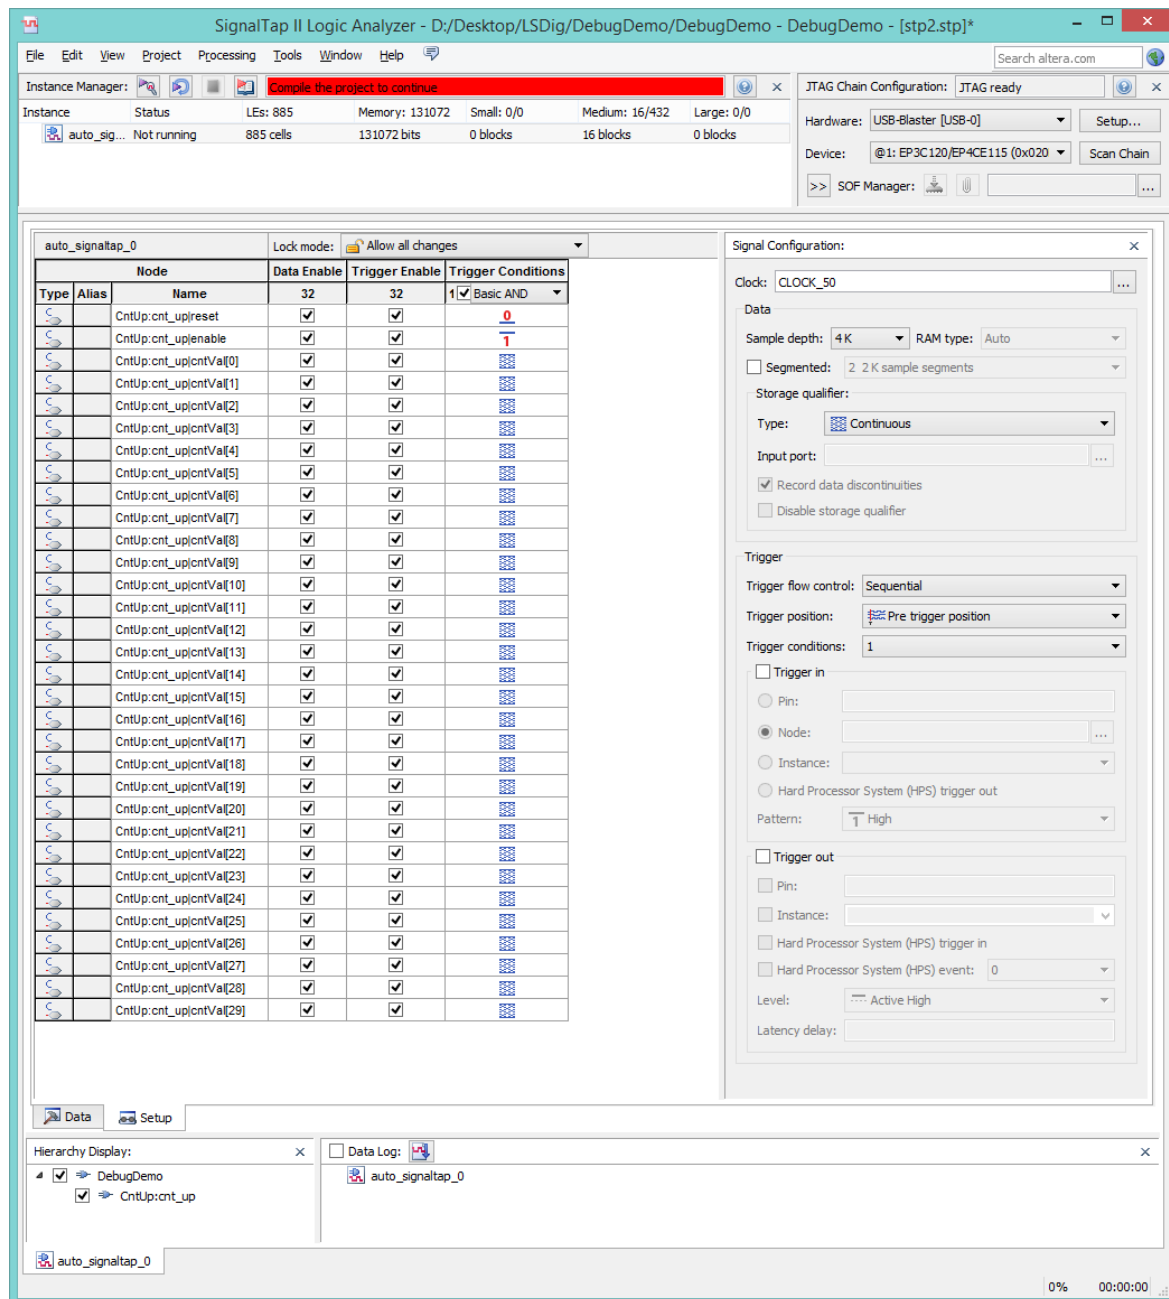

Figura 7 – Aspeto da aplicação *SignalTap II Logic Analyser* com parâmetros configurados.
5. Após premir OK, deverá configurar na janela principal os seguintes parâmetros (figura 7):